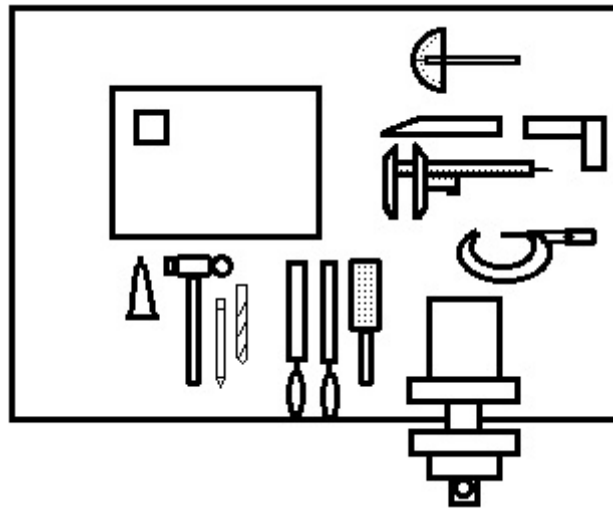

Fig. 1: Banco de trabajo ordenado. (Dibujó Arturo Zúñiga)
- Debemos tener aparte los instrumentos de medición (Fig. 1).